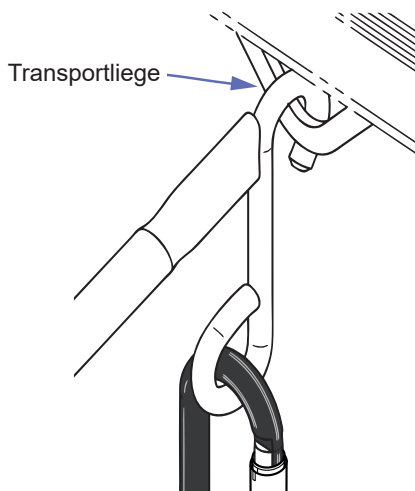

Fig. 6
3. Setzen Sie den Haken des Reachers in die Öse des Laufwagens ein. Siehe Abb. 6.